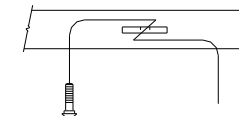

Figura 3.
①	Cant. (4)	Perno de carruaje ½-13 x 1.50 GR5
②	Cant. (2)	Espaciador .250 x 1 x 3
③	Cant. (8)	Arandela cónica ½"
④	Cant. (4)	Tuerca hexagonal ½ -13 GR2
⑤	Cant. (6)	Perno M12x1.75x45 CL10.9
⑥	Cant. (2)	Espaciador .250 x 1.50 x 2.0
⑦	Cant. (4)	Alambre de insertar ½"
2. Introduzca el perno de carruaje y el bloque grande a través de las ranuras en la base de los largueros del bastidor con el cable de halar, como se muestra en la Figura 3